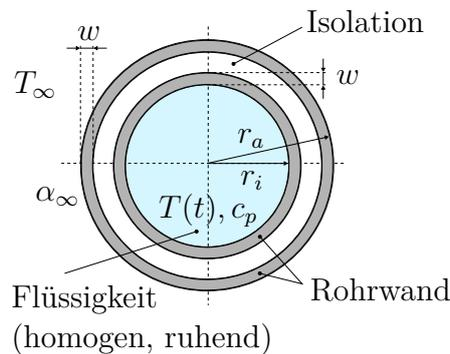

Abbildung 4: Querschnitt der Rohrleitung.
4. Betrachtet wird eine mehrschichtige isolierte Rohrleitung, deren Querschnitt in Abbildung 4 dargestellt ist. Der Innendurchmesser  $2r_i$  und der Außendurchmesser  $2r_a$  der Rohrleitung sowie die Stärke  $w$  der Rohrwände sind gegeben.